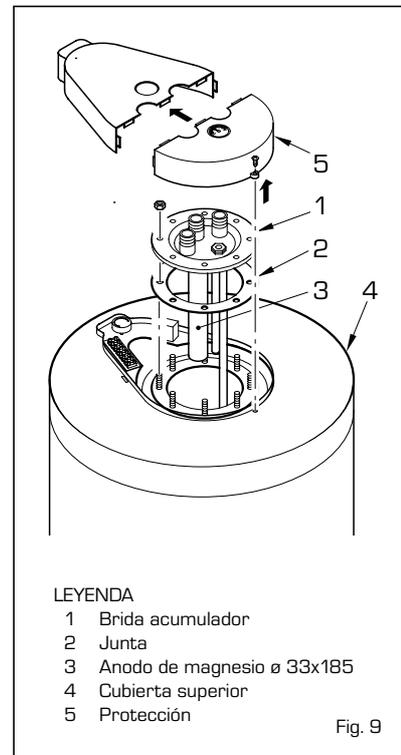

Fig. 9
El acumulador está dotado de ánodo de protección al magnesio (fig. 9). Este ánodo anti-corrosión, en condiciones de ejercicio normal, tiene una duración de 5 años. De todas maneras, sería oportuno controlar la erosión anualmente y sustituirlo en caso de que resulte consumido. Para desmontar la brida del acumulador (1), quite la protec-